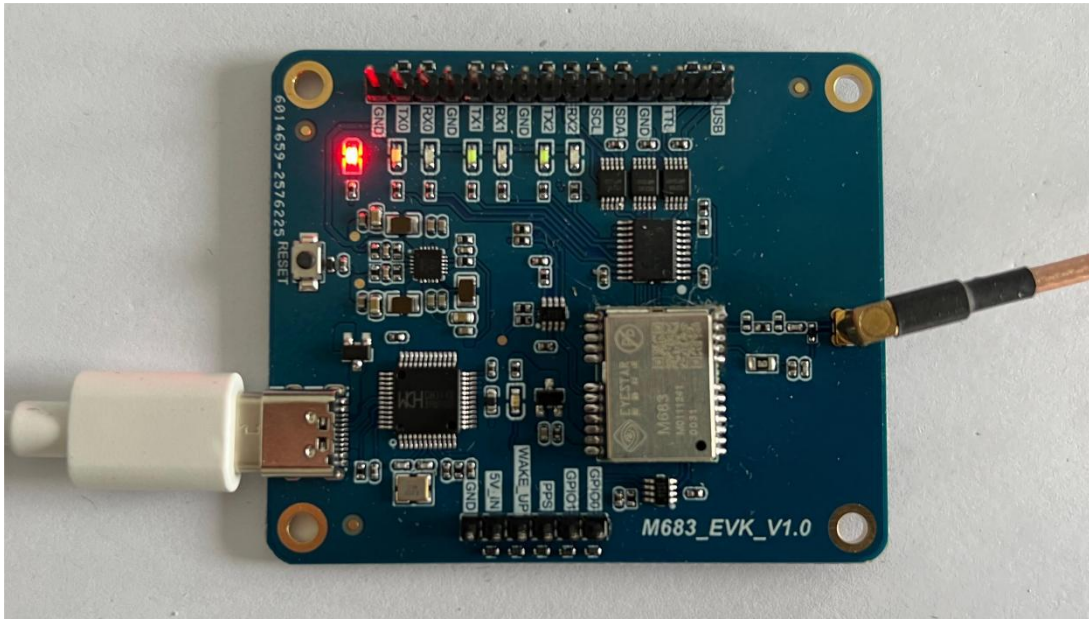

图 4-4 连接串口
- 连接 PC 和 EVK 的 USB 口，如图 4-4 所示；